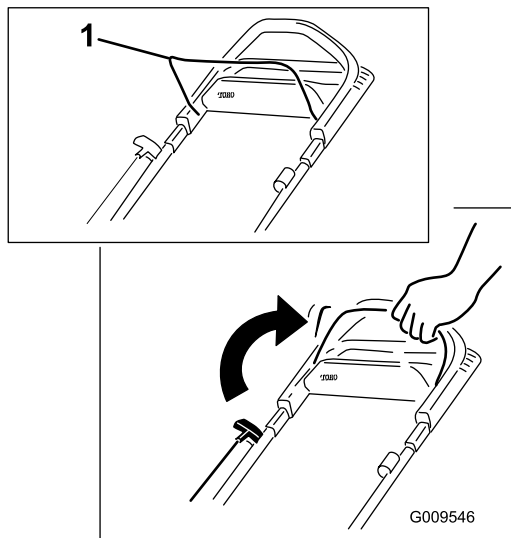

Figure 13
1. Maintenez la barre de commande de la lame contre le guidon (Figure 13).